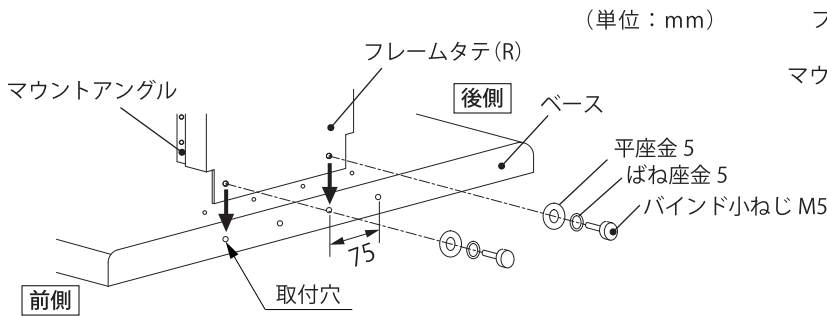

図 3
2. フレームタテ (R)、(L) をベースに取り付けてください。
① フレームタテ (R)、(L) をベース側面の前側の取付穴に、バインド小ねじ M5、平座金 5、ばね座金 5 (左右各 2 カ所) にて固定してください。(図 3)